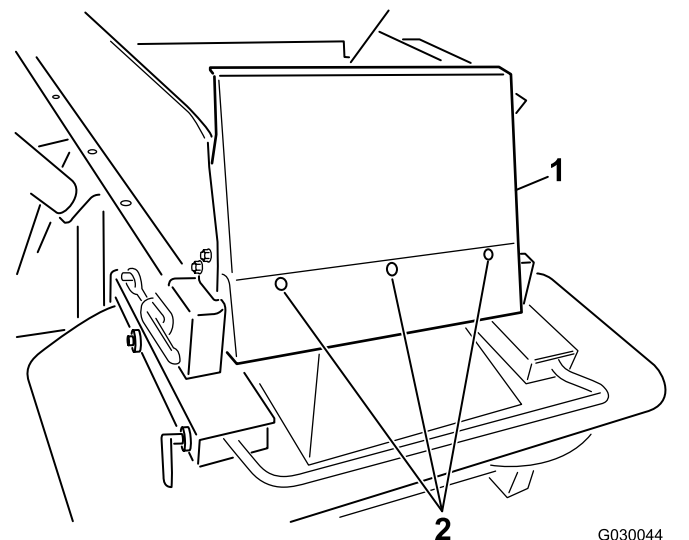

Рисунок 7
6. Установите защитное ограждение бункера с помощью поставляемых в комплекте болтов со сферическими головками ($\frac{1}{4} \times \frac{5}{8}$ дюйма) и нейлоновых контргаек (Рисунок 7).